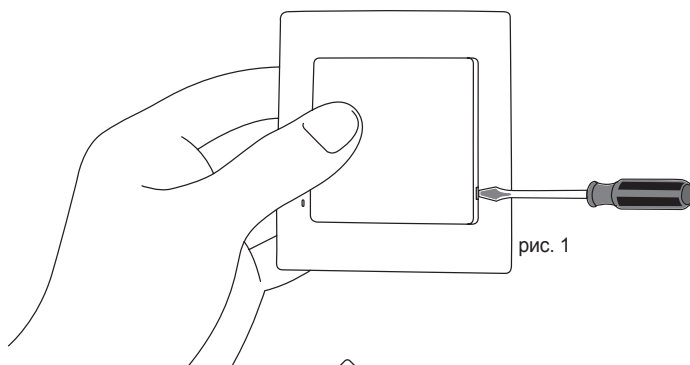

рис. 1
1. Снять кнопку – для этого следует нажать кнопку с одной стороны, а с другой, в возникшую щель, вставить плоскую отвертку и поднять (рис. 1).
1. Снять кнопку (рис. 1).